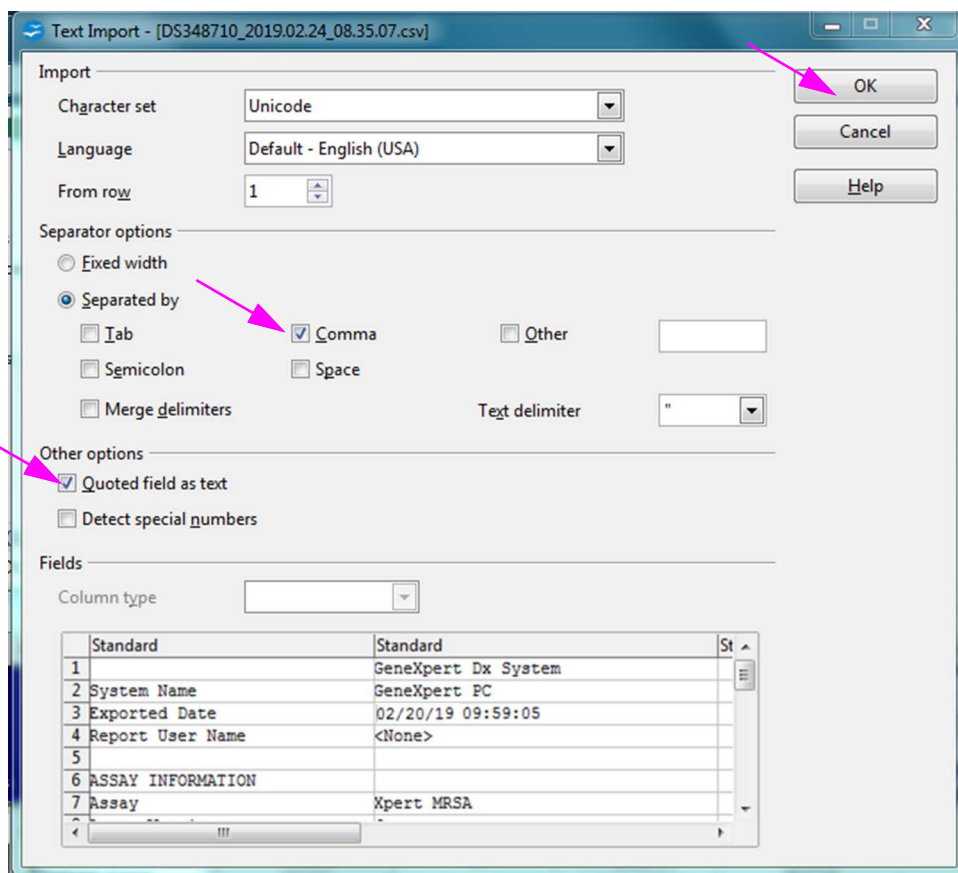

Abbildung D-4. Bildschirm „Text Import“ (Textimport) mit neu ausgewählten Einstellungen
5. Markieren Sie das Kontrollkästchen links neben **Comma (Komma)** und **Quoted field as text (Feld mit Anführungszeichen als Text)**. Siehe Abbildung D-4.